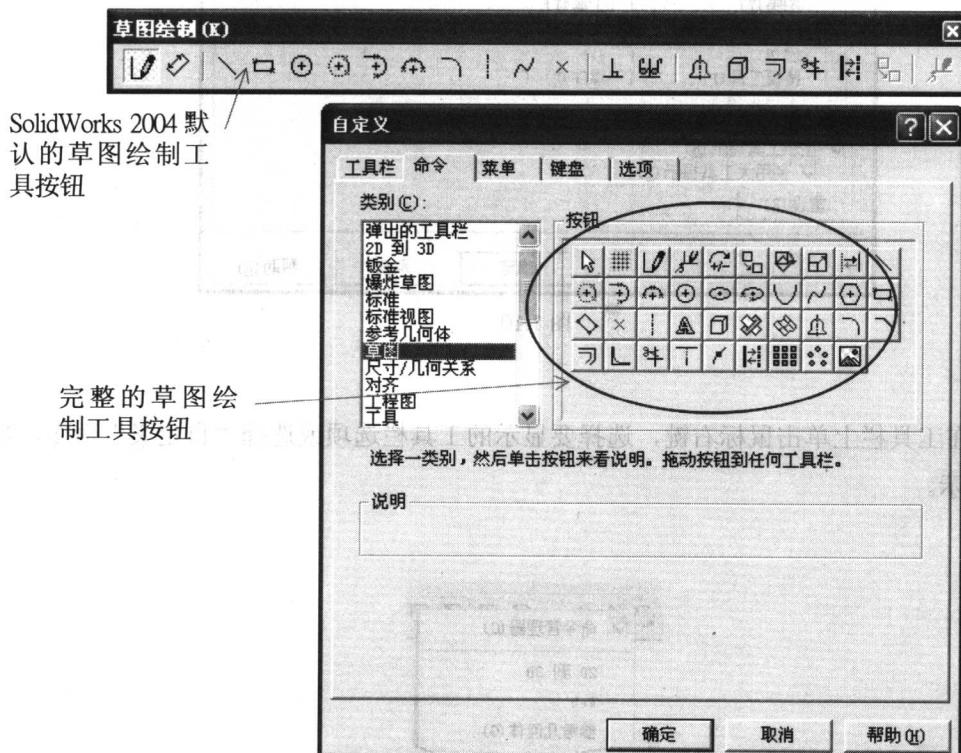

图 1.12
应该注意的是，并非每一个工具栏都包含它应有的全部图标，SolidWorks 2004 只把常用的图标放在对应的工具栏上，而有时候我们需要“常用”某一个图标，但工具栏上却没有，怎么办呢？笔者将在下一节中进行说明。图 1.12 显示出默认的草图绘制工具与完整的草图绘制工具。
(1) 选择对话框中的“命令”选项卡(见图 1.12)。